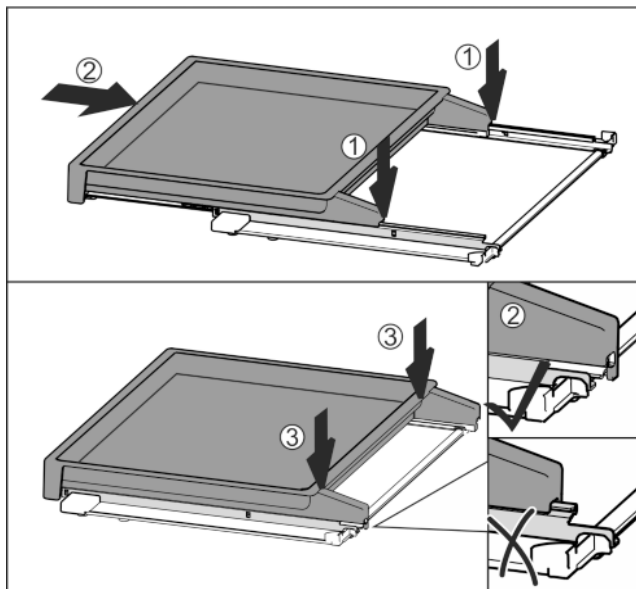

Fig. 39
- ▶ Umieścić centralnie na szynach Fig. 39 (1).
- ▶ Wsunąć całkowicie wysuwaną półkę Fig. 39 (2).
- ▶ Docisnąć z tyłu, aż do słyszalnego zatrzaśnięcia Fig. 39 (3).